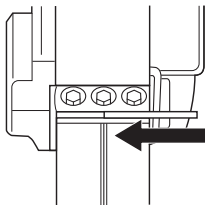

图 7
- (2) 如图 7 所示，使新的炭化刃在定位板 (B) 上移动并将其装上，使刀刃端会从刀刃座端伸出 1 mm。